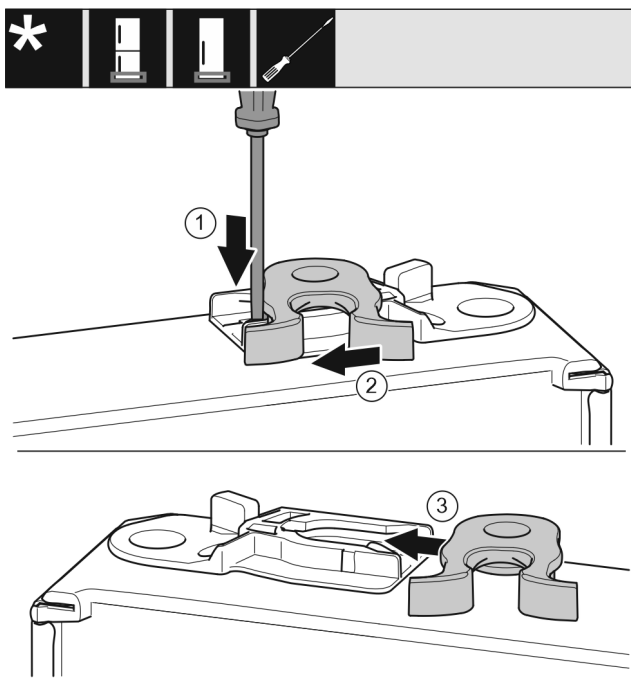

Fig. 24 \*
- ▶ 用带槽螺丝刀向下按住接片 Fig. 24 (1)。\*
- ▶ 将锁钩 Fig. 24 (2) 从导向装置拉出。\*
- ▶ 将另一侧的锁钩 Fig. 24 (3) 推入导向装置。\*